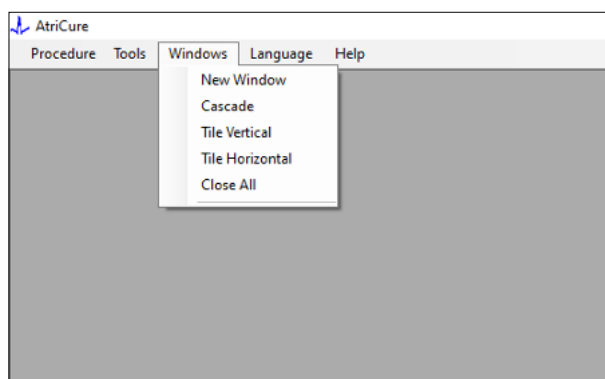

Figure10 : Options de disposition des fenêtres dans le logiciel
3. La sélection de Windows ouvre la fenêtre suivante (voir **Figure 10**) :